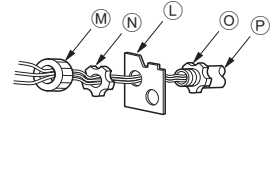

Fig. 6-3
2. Retire los 3 cubretornillos del panel. Retire 5 tornillos. (Fig. 6-3)
3. Suelte 3 ganchos. (Fig. 6-3)